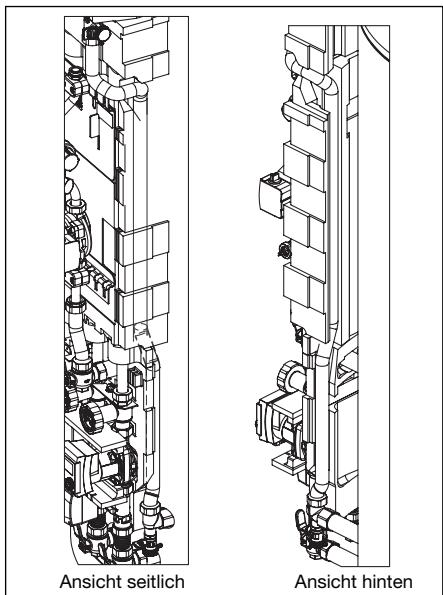

Abb. 21 Montage Metallwellrohr Solarrücklauf
- Es ist darauf zu achten, dass das Metallwellrohr zwischen Speicherwärmédämmung und Wärmedämmung der Heizkreisgruppe verlegt ist und bei Aufbringen der Oberschale vollständig verdeckt wird (Abb. 21)